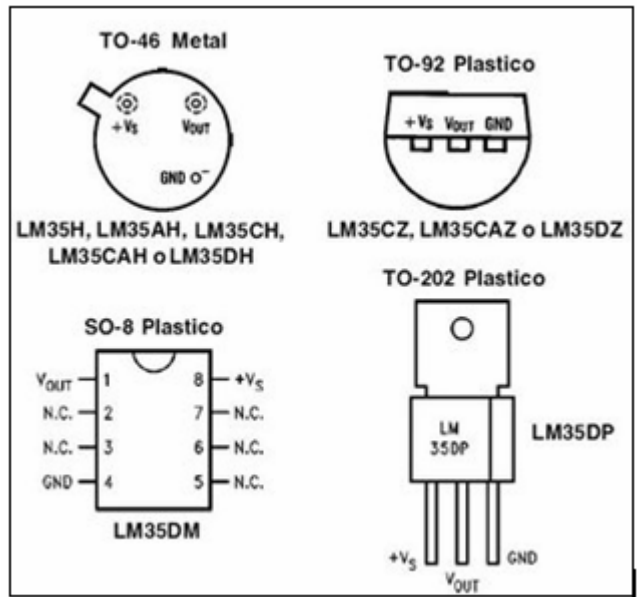

FIGURA 1
1. Figura 1.....Sensor de temperatura LM35